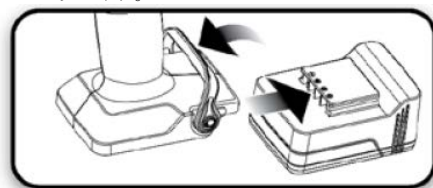

図.1
- (1) ハンドピース※にバッテリー※が取り付けられている場合、バッテリーを図 1 のように外す。
- (1) ハンドピースにバッテリーが取り付けられている場合、バッテリーを図 1 のように外す。